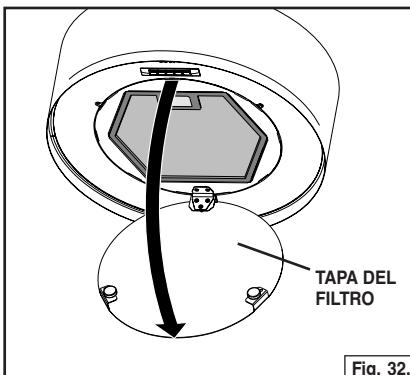

Fig. 32.
- A. Haga girar la tapa del filtro hacia abajo. Fig. 32.